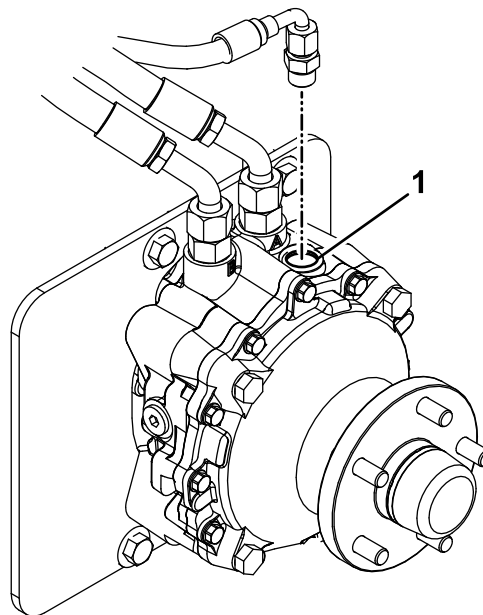

Рисунок 64
9. Снимите пробку заливного отверстия в верхней части каждого колесного гидромотора (Рисунок 64).